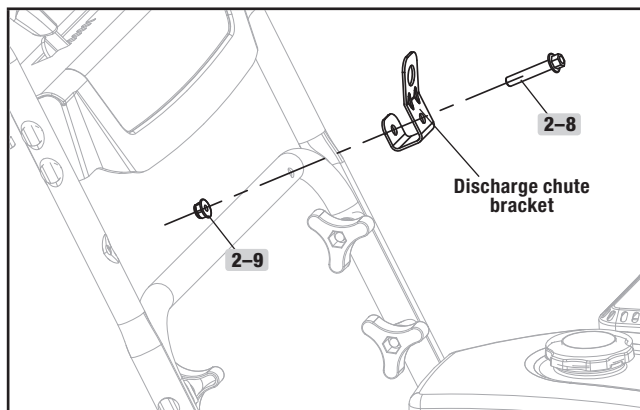

Figure 5
3. Reliez le guide de la goulotte de décharge à la poignée inférieure au moyen d'un boulon (2-8) et d'un écrou freiné (2-9) (figure 5).